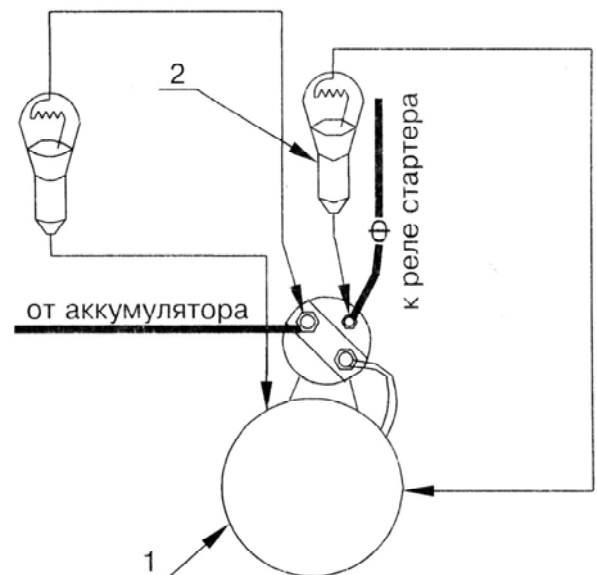

Рис. 6. Проверка исправности стартера «МЗ». 1- Стартер; 2- контрольная лампа.
- 1) силовой клемме стартера (рис. 6);
- 2) клемме тягового реле стартера (повернув ключ выключателя стартера во второе положение), (рис. 6);